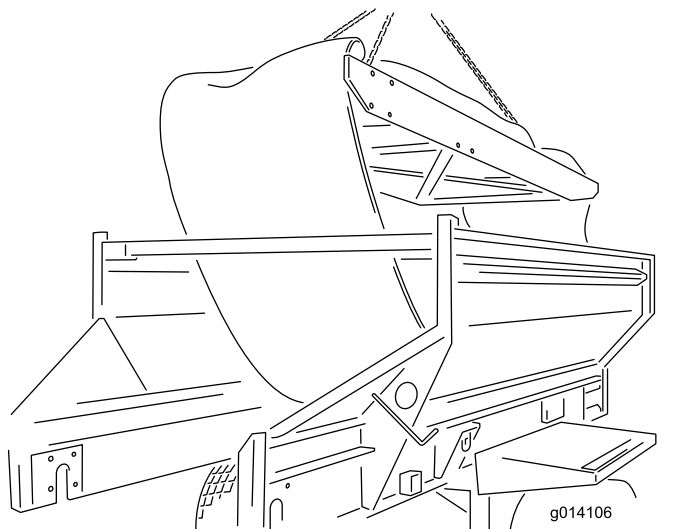

図 60
24. カートリッジは機体の真上から吊り上げて外す。外したカートリッジを床に降ろす 図 60。